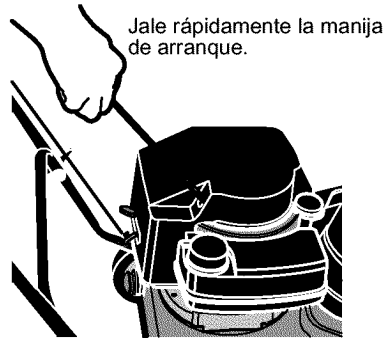

Figura 7
5. Jale la **manija de arranque manual** con un movimiento rápido (Figura 7). No deje que la manija se devuelva con violencia. Permita que se devuelva suavemente mientras usted la sujeta firmemente.